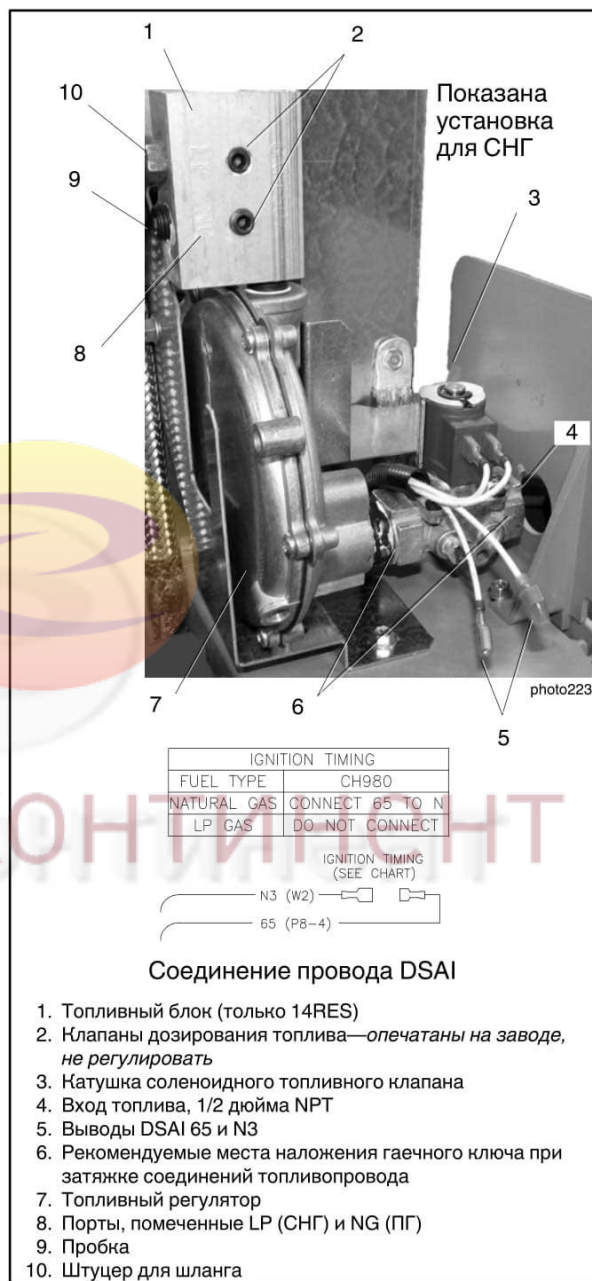

Рис. 1-9 Топливная система RESA14 с топливным блоком (производство до 26 июня 2014 г.)
Примечание: В генераторных установках RESA14 изготовленных до 26 июня 2014 г., для выбора типа топлива предусмотрен топливный блок. Для смены топлива см. Рис. 1-9 и воспользуйтесь инструкциями этого раздела.
Для перехода от природного газа (ПГ) к СНГ действуйте следующим образом. Расположение компонентов топливной системы см. Рис. 1-9.
5. Снимите хомут шланга и топливный шланг с штуцера топливного блока. См. Рис. 1-9.
6. Снимите штуцер шланга с выходного порта природного газа на топливном блоке. См. Рис. 1-9.
7. Извлеките пробку из порта СНГ на топливном блоке. См. Рис. 1-9.
11. Для СНГ разъедините провода 65 и N3 цифровой системы опережения зажигания (DSAИ). Провода DSAИ находятся возле соленоидного топливного клапана. См. Рис. 1-9.
Для перехода от СНГ к природному газу выполните описанную выше процедуру смены топлива перенесите штуцер для шланга в порт природного газа и закройте пробкой порт СНГ. Для природного газа соедините провода DSAИ. См. Рис. 1-9.
Примечание: В генераторных установках RESA14 изготовленных до 26 июня 2014 г., для выбора типа топлива предусмотрен топливный блок. Для смены топлива см. Рис. 1-9 и воспользуйтесь инструкциями раздела 1.8.1.